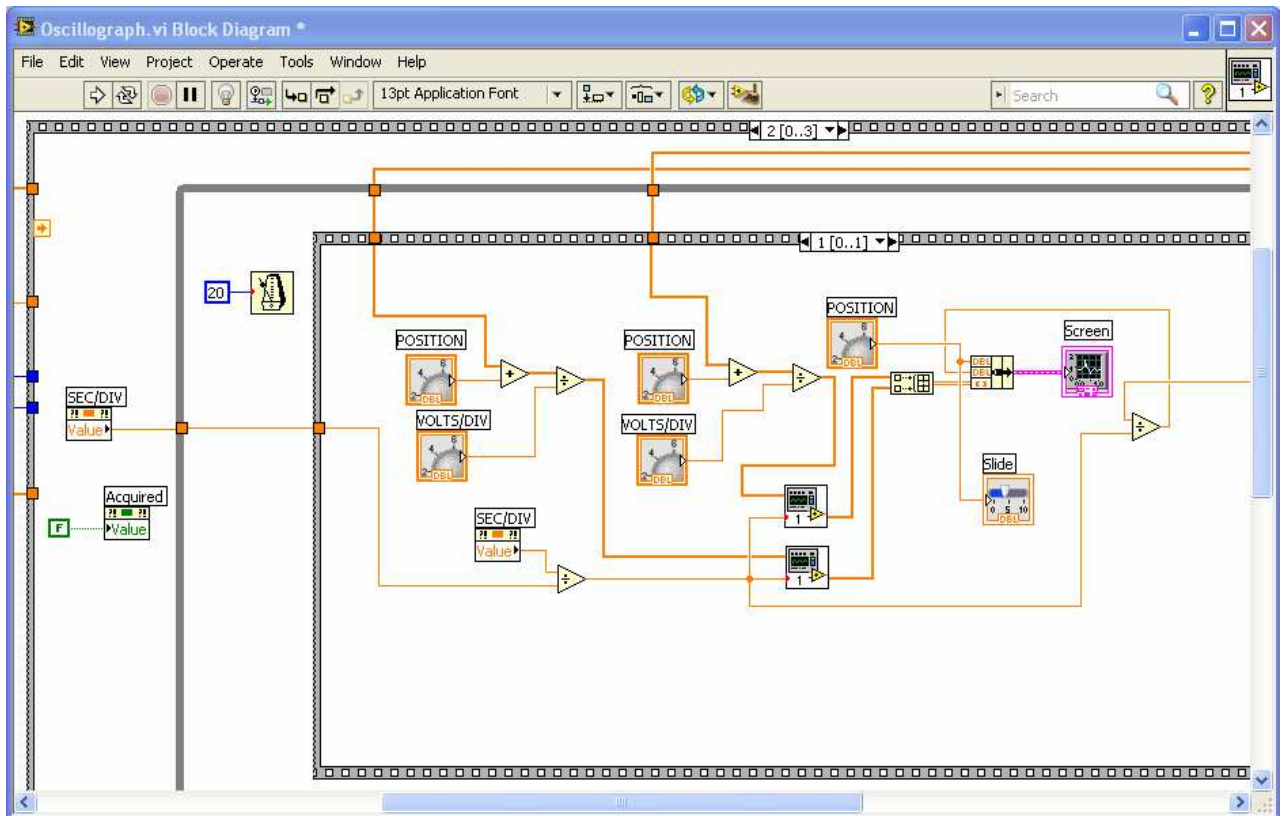

Рис. 3. Пример блок диаграммы.
Лицевая панель виртуального прибора (см. пример на Рис. 3) может включать средства ввода-вывода: кнопки, переключатели, индикаторы, табло, графопостроители и т.п. а также визуальные средства построения интерфейса.
Блок-диаграмма (см. пример на Рис. 3) содержит функциональные узлы передачи и обработки данных. Узлы обработки данных помимо функциональных блоков содержат блоки задающие последовательность обработки данных: **If**, **For**, **While** и т. п.
На Рис. 3 приведен пример окна блок-диаграммы. В окне блок-диаграммы содержится исходный код программы с объектами в виде
- изменение значений элемента управления. Позволяет изменять параметры ввода лицевой панели (см. рис.3) при неработающем VI.